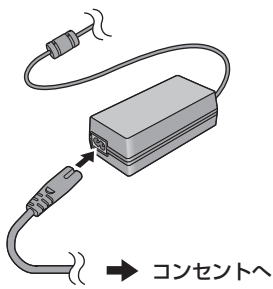

図 2
- 2 ACコードを AC アダプターに接続する。(図 2)
- 3 電源プラグをコンセントに接続する。(図 2)